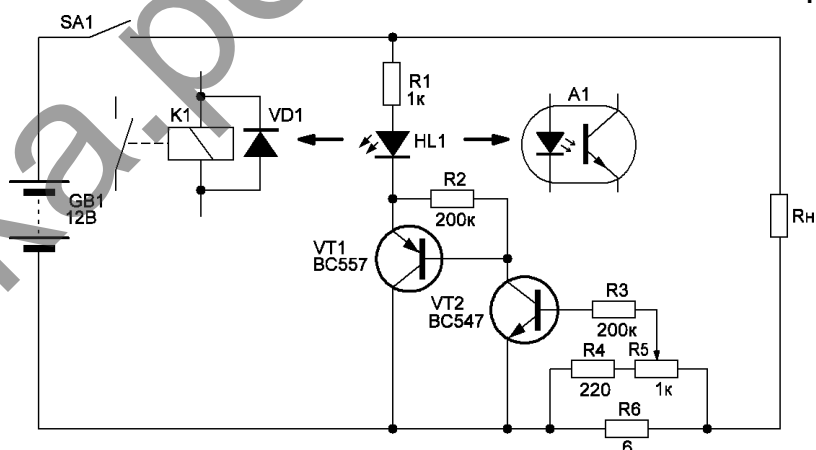

Рис. 2
**Реле максимального тока нагрузки** показано на рис. 2. Реле немногим отличается от предыдущего: его транзистор VT1 имеет структуру р-п-р. Соответственно, реле срабатывает (включается светодиод или реле) в случае превышения заданного потенциометром R5 значения тока. Диапазон индикации и расчетные формулы остаются без изменений.